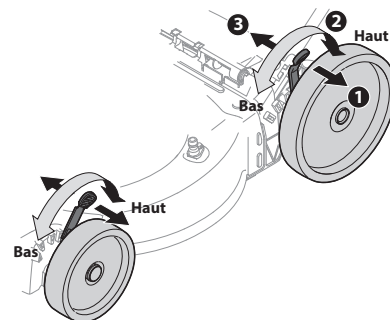

Figure 2-8
1. Déplacez le levier de réglage de la hauteur de coupe vers la roue (la tondeuse risque de basculer lorsque vous déplacez le levier de réglage vers l'extérieur). Voir Figure 2-8.